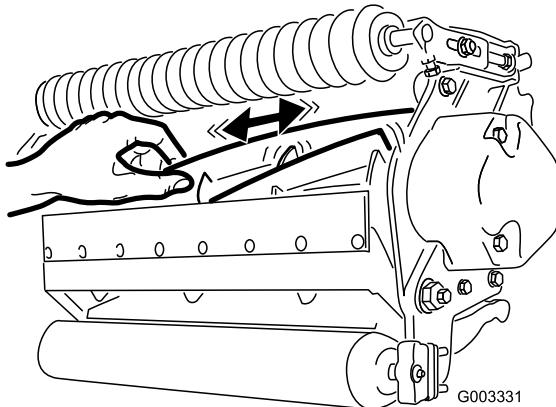

Figura 28
2. Usando un trapo o un guante grueso, sujeté la cuchilla del molinete e intente mover el conjunto del molinete de un lado a otro (Figura 28).